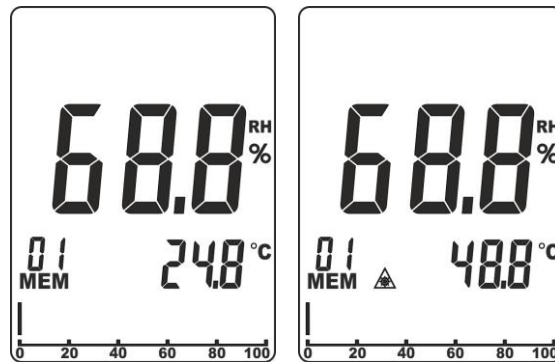

Fig. 10: Medida temperatura por infrarrojos (IRT)
3. La temperatura del aire se muestra en el visualizador secundario (ver la Fig. 10 – parte izquierda)
4. Pulse la tecla **IRT/▲** para activar la medida IRT. El puntero láser se activa por un instante y el símbolo “▲” se muestra en el visualizador hasta el término de la medida. El valor de la temperatura IRT se muestra en el visualizador secundario durante aproximadamente 15s (ver la Fig. 10 – parte derecha) y posteriormente el instrumento vuelve automáticamente a la medida de la temperatura del aire